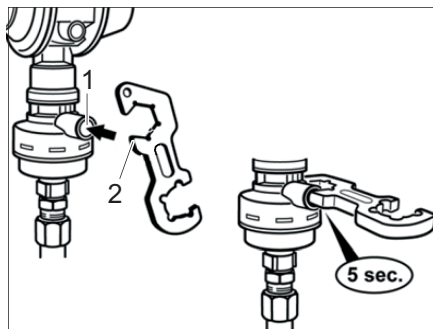

Bild 247 Krocksensor
- Tryck med skruvhjälpmiddel (Bild 247,2) eller ett liknande lämpligt föremål in armeringsknappen (Bild 247,1) och håll kvar i 5 sekunder.